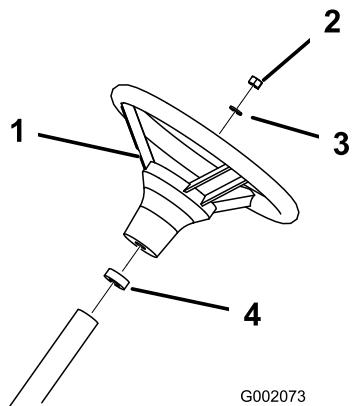

Bild 5
3. Befestigen Sie das Lenkrad mit der Mutter an der Welle (Bild 5). Ziehen Sie die Radmuttern auf 24-29 Nm an.